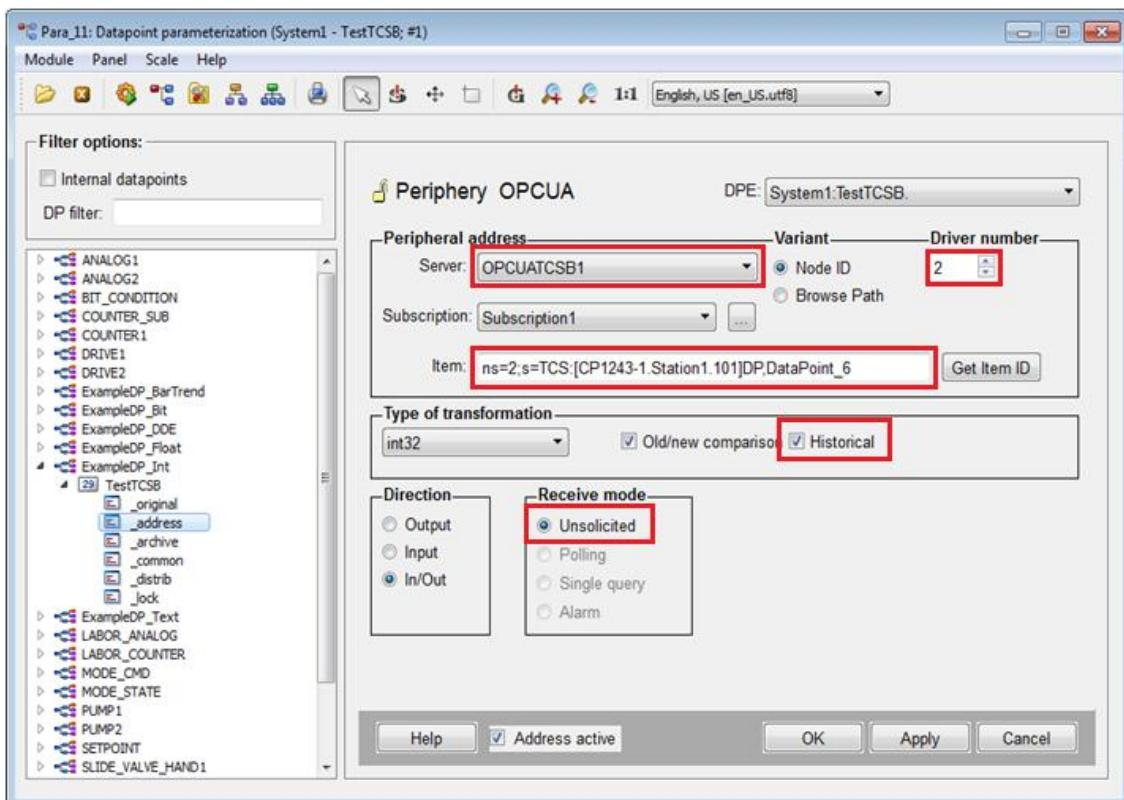
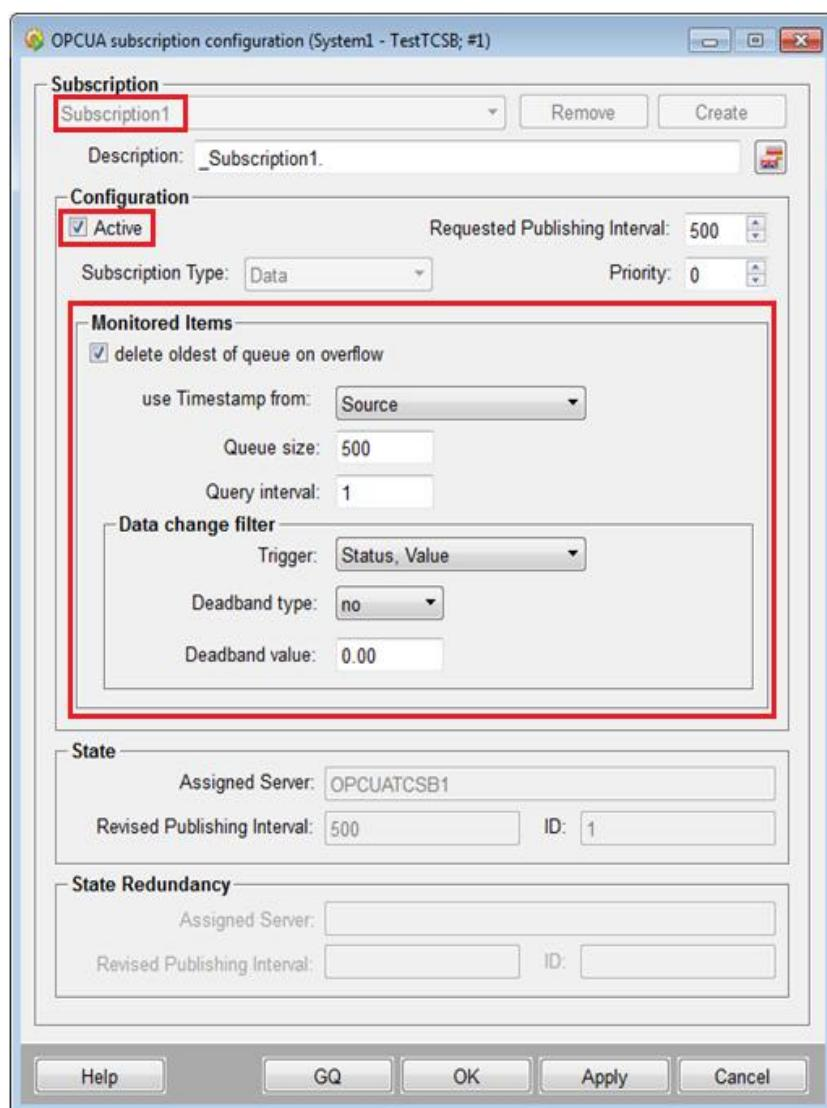
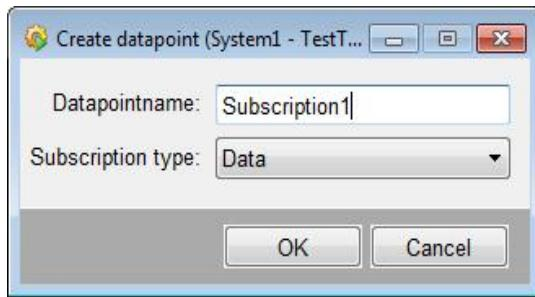
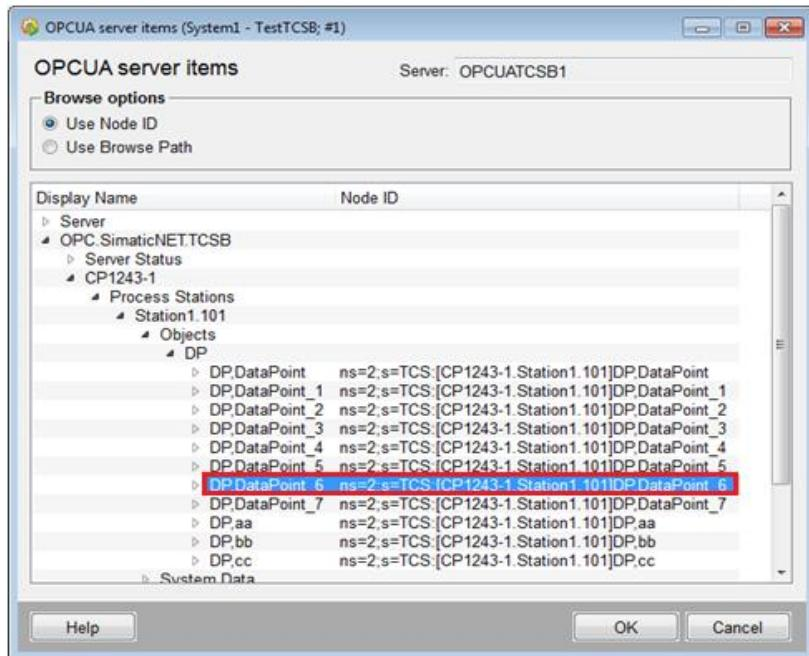

图 6 组态 DPE 的 _address 配置
图 7 组态订阅“Subscription”信息
图 8 创建订阅 (Subscription)
图 9 浏览 OPC UA Server 地址空间
创建订阅的方法如下：点击图 6 中“Subscription”右侧的按钮，打开“OPCUA subscription configuration”对话框，如图 7 所示；点击“Create”按钮创建新的订阅，如图 8 所示，输入“订阅名”和“订阅类型”，点击“OK”按钮。
在图 7 所示的“OPCUA subscription configuration”对话框中还需要设置“Monitored Items”等参数：例如，时间戳来源、查询间隔和触发条件等，并选择上面的“Active”复选框，点击“OK”按钮保存设置。在图 6 中选择已创建的订阅“Subscription1”。
3、浏览 Item 项。在图 6 中点击“Get Item ID”按钮，在弹出的对话框中浏览并选择欲连接的 Item，点击 OK 按钮，如图 9 所示。
4、设置其余参数。由于使用的是 OPC UA HA 历史访问，在图 6 中必须勾选复选框“Historical”；根据需要，设置转换类型、是否新旧值比较等参数，勾选“Address active”复选框，点击“OK”按钮。